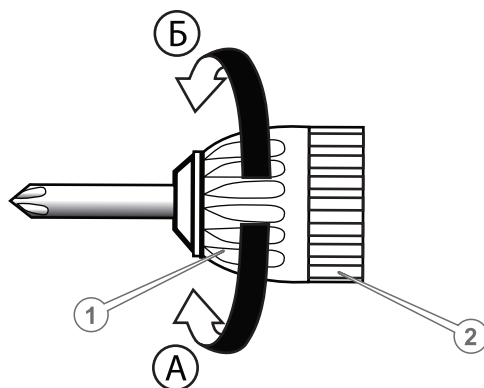

Рисунок 2. Схема фіксації змінної насадки в ручному свердильному патроні.
- повернути рукою зовнішню обойму (1, рис. 2) швидкозатискного свердлильного патрона проти ходу годинникової стрілки (А, рис. 2), щоб відкрити затискні кулачки на потрібний діаметр хвостовика свердла або біти;
- повернути рукою зовнішню обойму швидкозатискного свердлильного патрона за ходом годинникової стрілки (Б, рис. 2). Щоб унеможливити провертання муфти, утримуйте другою рукою корпус патрона (2, рис. 2) під час фіксації кінцевого інструменту;